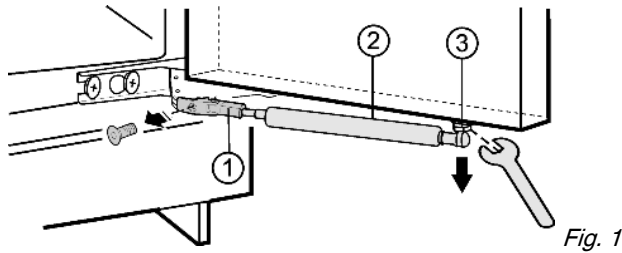

Fig. 1
- Skrue holderen Fig. 1 (1) af.
- Skruekugletappen Fig. 1 (3) sammen med lukkedæmpningen Fig. 1 (2) af fra døren og læg dem til side.